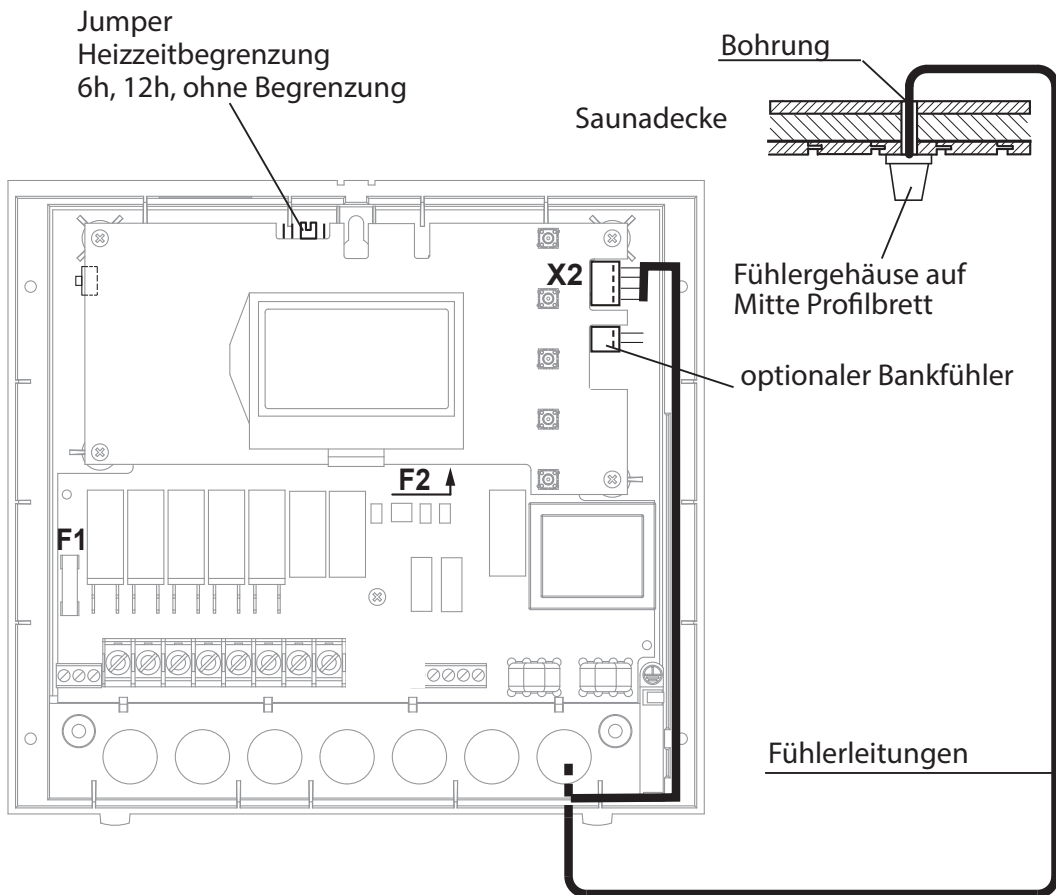

Abb. 11
- Führen Sie die Fühlerleitungen zum Steuergerät und führen sie durch die rechte Kabeleinführung in das Gerät. Verlegen Sie die Fühlerleitungen innerhalb des Steuergerätes wie in Abb. 11 gezeigt. Schließen sie die Fühlerleitungen gemäß Abb. 12 an. Hierzu wird der Stecker **X2** von der Platine abgezogen und nach dem Anschließen wieder eingesteckt.